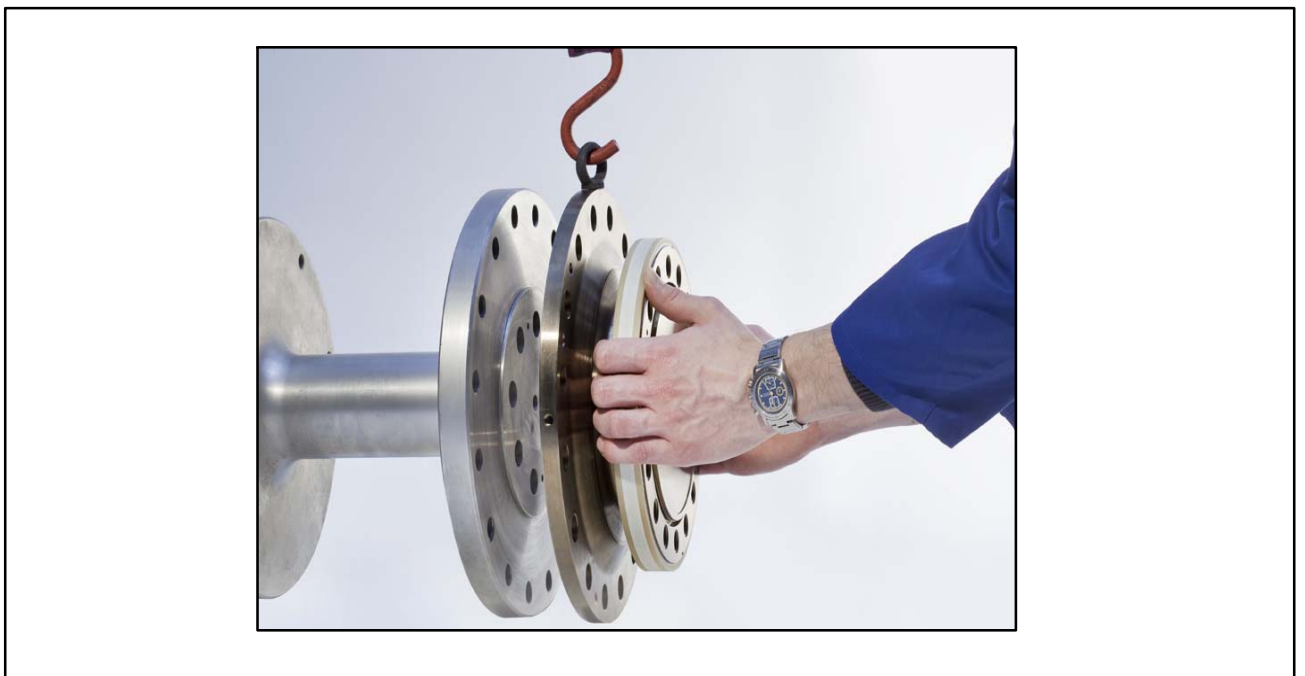

Abb. 4.3: Rotoreinbau (waagrecht)
3. Soll der Rotor waagrecht wie in Abb. 4.3 eingebaut werden, dann entfernen Sie *eine* Montageöse. Bei senkrechtem Einbau bleiben zunächst beide Montageösen im Flansch.